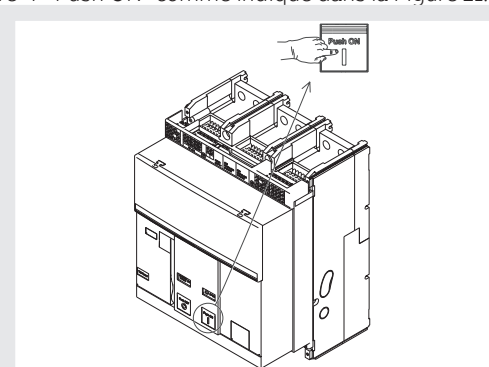

Figure 21
4. Fermeture - Appuyer sur le bouton de fermeture "I - Push ON" comme indiqué dans la Figure 21.